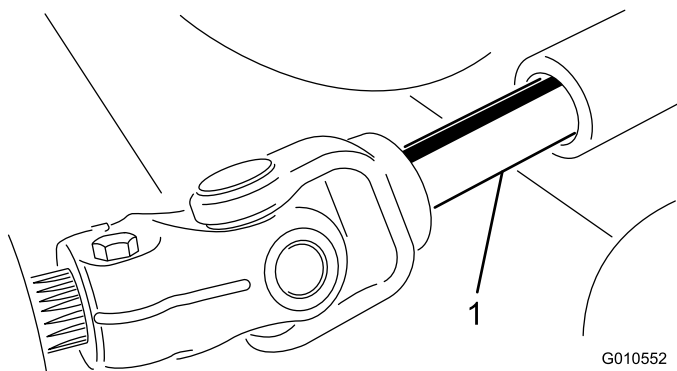

Figura 17
4. Desligue o motor, rode a unidade de corte afastando-a da unidade de tracção e estrutura de suporte, separando as secções macho e fêmea do veio da tomada de força (Figura 17).